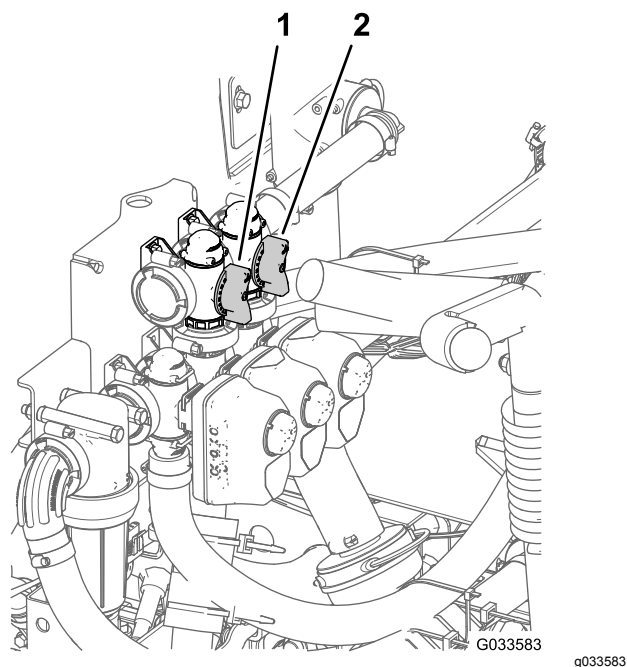

Figura 88
11. Ajuste la válvula de desvío de agitación (**Figura 88**), situada en la parte trasera de la válvula de agitación, hasta que la presión marcada en el manómetro sea de 6,9 bar.
8. Ajuste la palanca maestra de desvío de secciones para controlar la cantidad de agitación en el depósito (**Figura 88**).